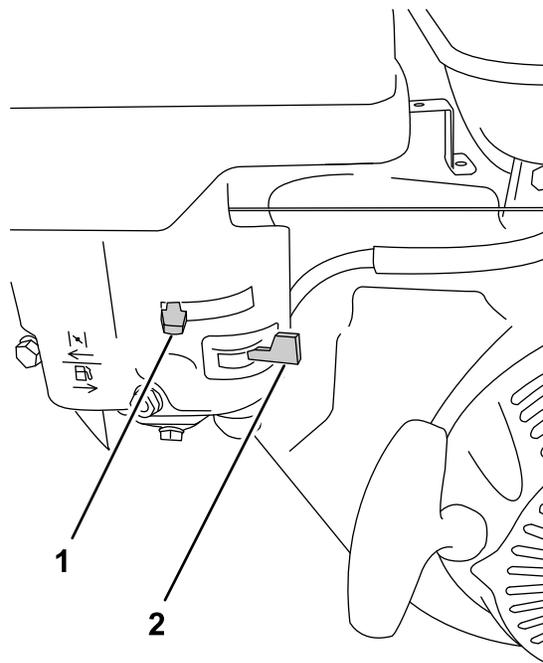

Figure 13
1. Tournez le robinet d'arrivée de carburant à la position OUVERTE (Figure 13).
3. Positionnez la commande de starter comme suit (Figure 13) :